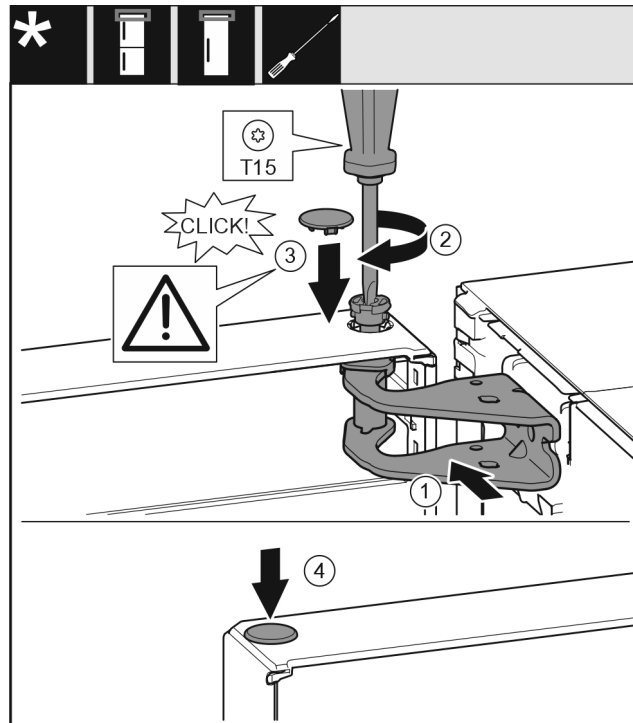

Fig. 22
- Allineare la porta in alto all'apertura nel blocco di supporto. Fig. 22 (1)
- Inserire i perni e serrare con il cacciavite T15. Fig. 22 (2)
- Montare la copertura di protezione della porta: inserire la copertura di protezione e controllare se appoggia sulla porta. Altrimenti inserire completamente il perno. Fig. 22 (3)
► Inserire i tappi. Fig. 22 (4)